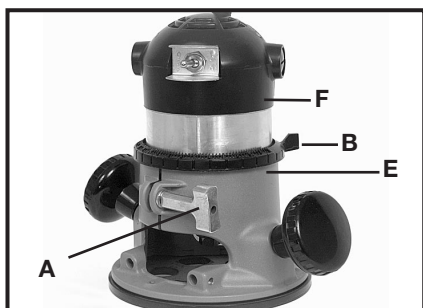
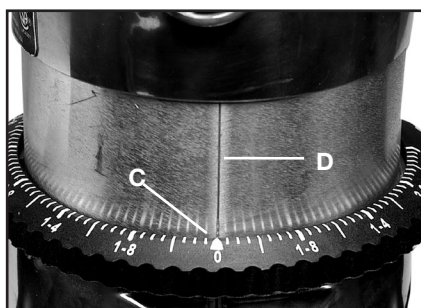

Fig. 3A
Fig. 3B
1. Desserrez la vis de la pince (A), Fig. 3A.
2. Tout en tenant la base (E) tournez le moteur (F) Fig. 3A en SENS ANTI-HORAIRE jusqu'à ce que l'extrémité de la mèche soit au-dessus de la surface inférieure de la base.
4. Tournez le moteur (F) Fig. 3A en SENS HORAIRE jusqu'à ce que la mèche vienne en contact avec la surface en bois.
5. Serrez la vis de la pince (A) Fig. 3A.
6. Faites tourner l'anneau de réglage de profondeur (B) Fig. 3A, jusqu'à ce que la ligne zéro (C) Fig. 3B soit face à la ligne de repère (D) sur le boîtier.
8. Inclinez la toupie de manière à ce que la mèche soit à l'écart de la surface du bois. Tournez le moteur (F) Fig. 3A en SENS HORAIRE jusqu'à ce que la ligne de repère (D) Fig. 3B sur le carter du moteur atteigne la profondeur désirée indiquée sur l'anneau.
9. Serrez la vis de la pince (A) Fig. 3A fermement.